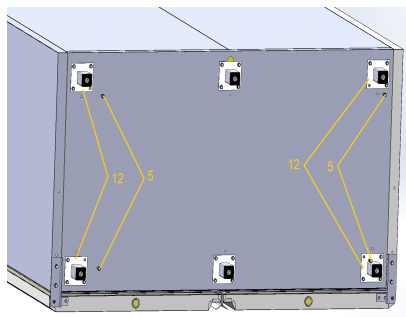

Рис. 7
8. Транспортировочные винты (5) из пункта №6 данной инструкции, вкрутить в основание ножек (12) ключом на 10 мм - рис.7.